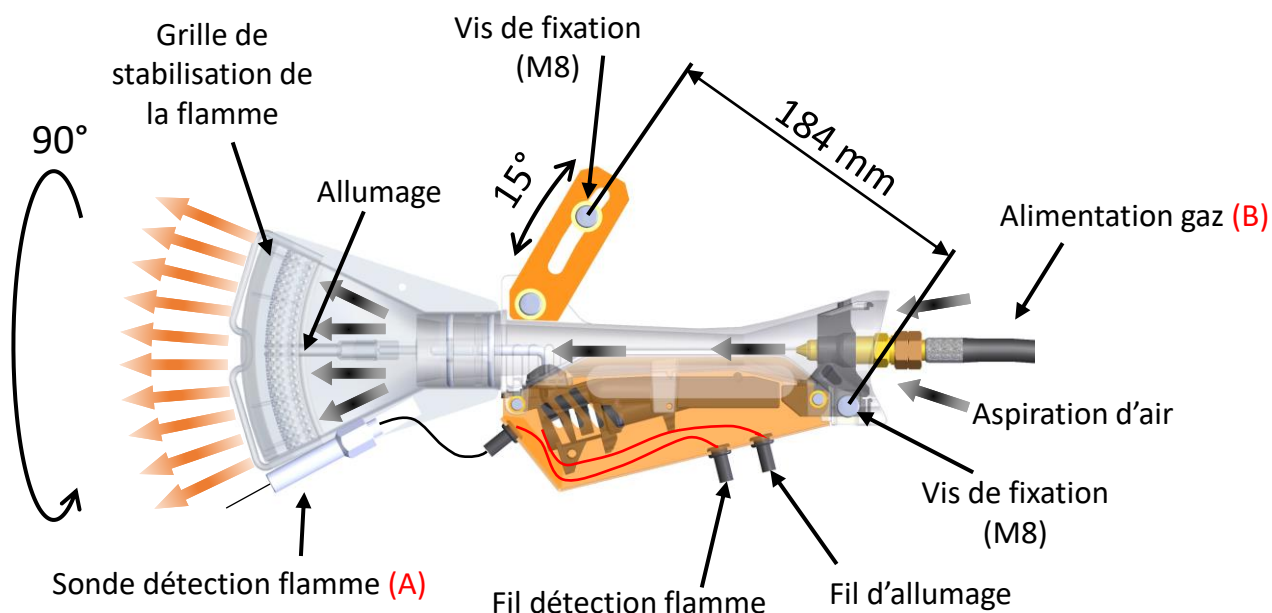

Figure 1 : Brûleur
Le **RIPAFLAM® (C)** doit être installé à l'aide des 2 vis de fixation M8. Deux réglages sont possibles, orientation de l'ensemble de 15° et rotation de la buse de combustion de 90° (figure 1).